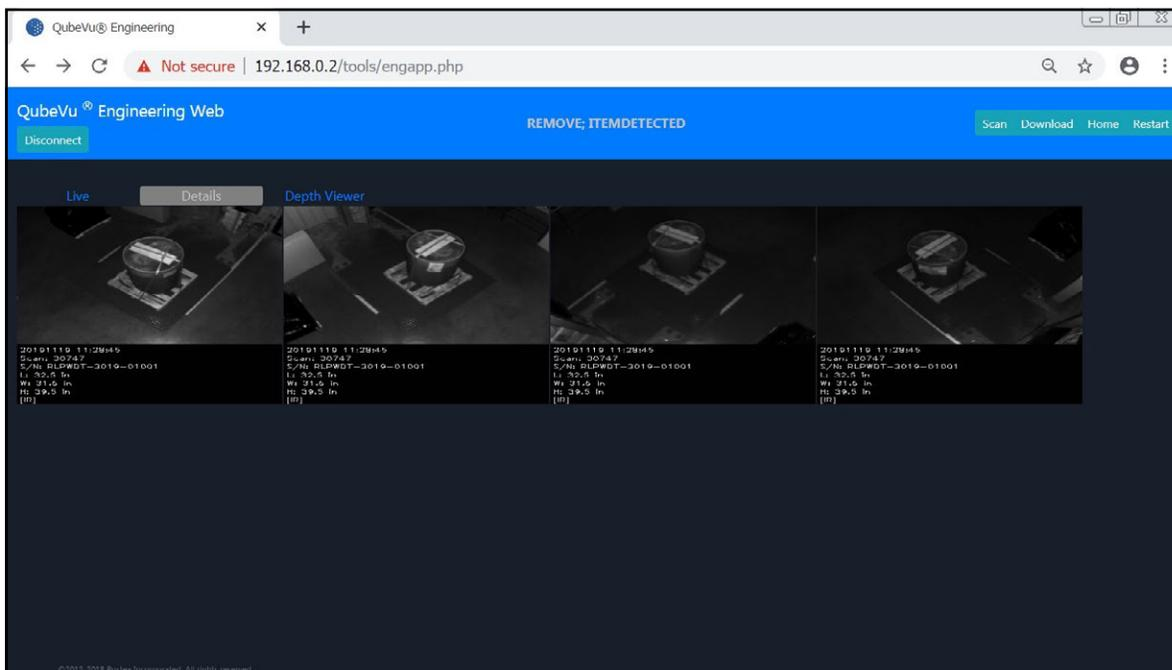

Figura 12-1. Aplicación de ingeniería
**NOTA:** **Connect** se encuentra en el mismo lugar que **Disconnect**. *Figura 12-1 es para referencia.*
**NOTA:** **Details** puede no estar disponible hasta que el dispositivo detecte un objeto. *Figura 12-1 es para referencia.*